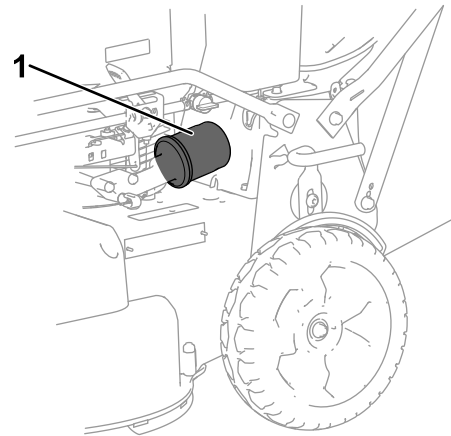

Bild 28
6. Entfernen Sie den Ölfilter (Bild 28).